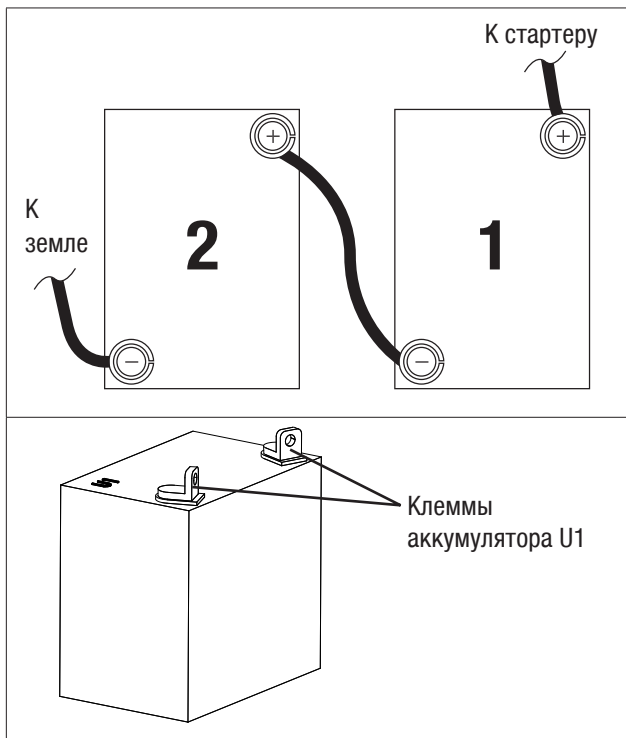

Рисунок 8
Два (2) 12 В аккумулятора Group U1 с током холодной прокрутки не менее 350 А каждый. Размеры аккумулятора: 7 3/4 Д x 5 3/16 Ш x 7 5/16 В дюймов (196 мм Д x 131 мм Ш x 185 мм В). Он должен быть испытан на работу при пониженных и повышенных температурах в диапазоне от -22° F (-30° C) до 104° F (40° C). Аккумулятор приобретается на месте. Сначала подключите (+) кабель. Затем подсоедините кабель, соединяющий (+) клемму одного аккумулятора с (-) клеммой второго аккумулятора. Всегда сначала подключайте (+) кабель к генератору (рисунок 8)